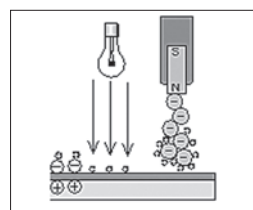

図6
- (6)クリーニング：磁石に鉄粉を付けて感光体に残ったトナーをこすることで、トナーとマイナスの静電気を取り除きます(図6)。